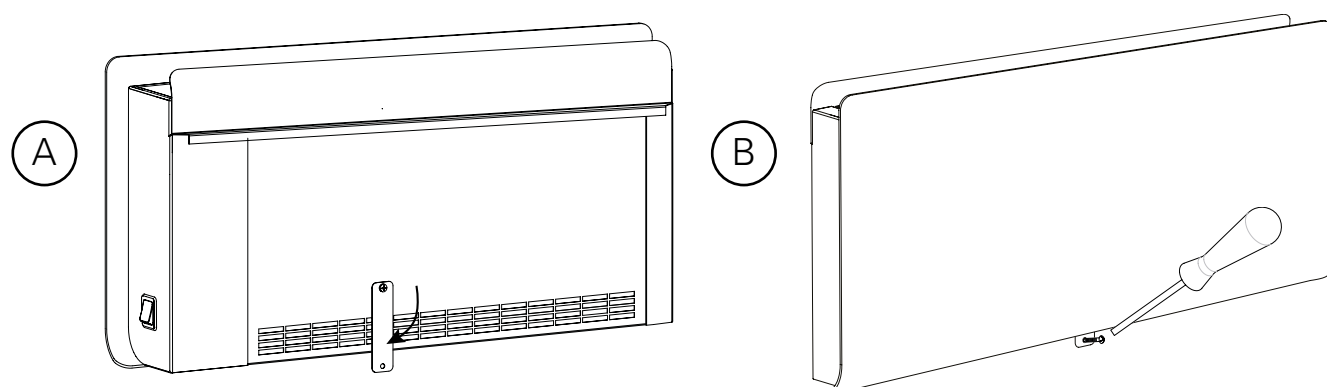

Fig. 4: Fastening with lockplate
3. Roter låseplaten (fig. 4) og fest med en skrue i veggen, slik at viftekonvektoren er forsvarlig festet.